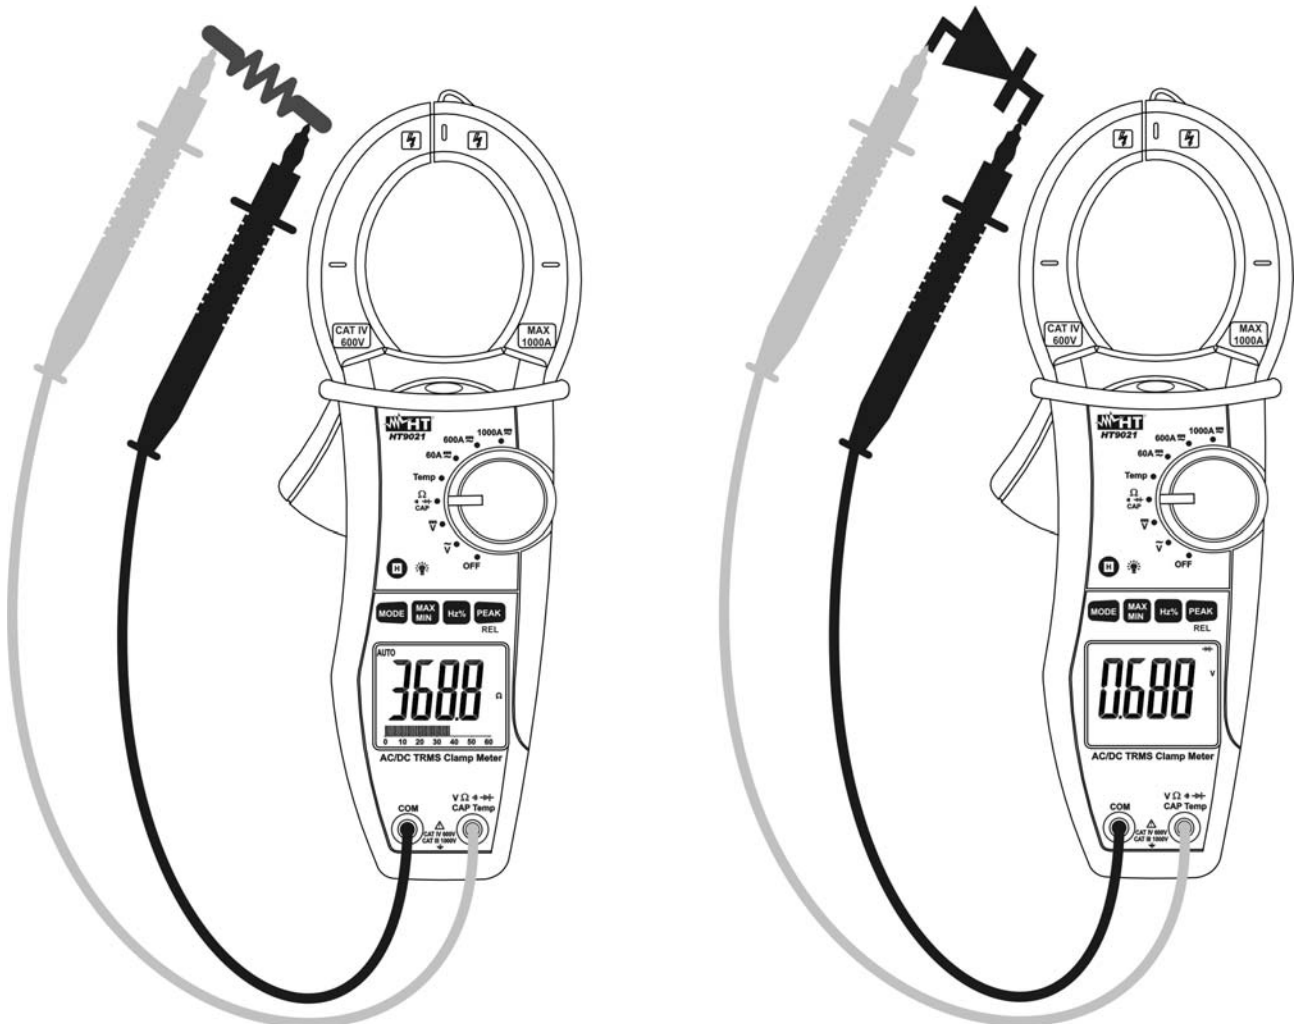

Abb. 5: Durchgangsprüfung und Diodentest
3. Verbinden Sie die Meßleitungen mit den Eingangsbuchsen. Die rote Meßleitungsbuchse mit der **V Ω \rightarrow \rightarrow CAP Temp** Eingangsbuchse, die schwarze Meßleitungsbuchse mit der **COM** Eingangsbuchse, und verbinden Sie die Meßspitzen mit dem Messkreis (Abb.5 linke Seite). Der Meßwert wird angezeigt.
6. Verbinden Sie die rote Meßspitze mit der Anode der Diode und die schwarze Meßspitze mit der Katode der Diode. (Abb.5 rechte Seite). Der entsprechende Grenzwert der P-N Abzweigung wird im Display angezeigt. Der Bargraph ist deaktiviert in der Funktion Kapazitätsmessung